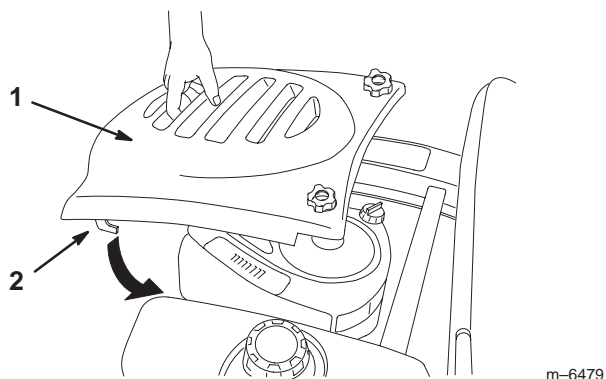

Bild 17
2. Setzen Sie zum Montieren der Haube die Haken in die Schlitzte und schieben Sie sie nach vorne (Bild 17).